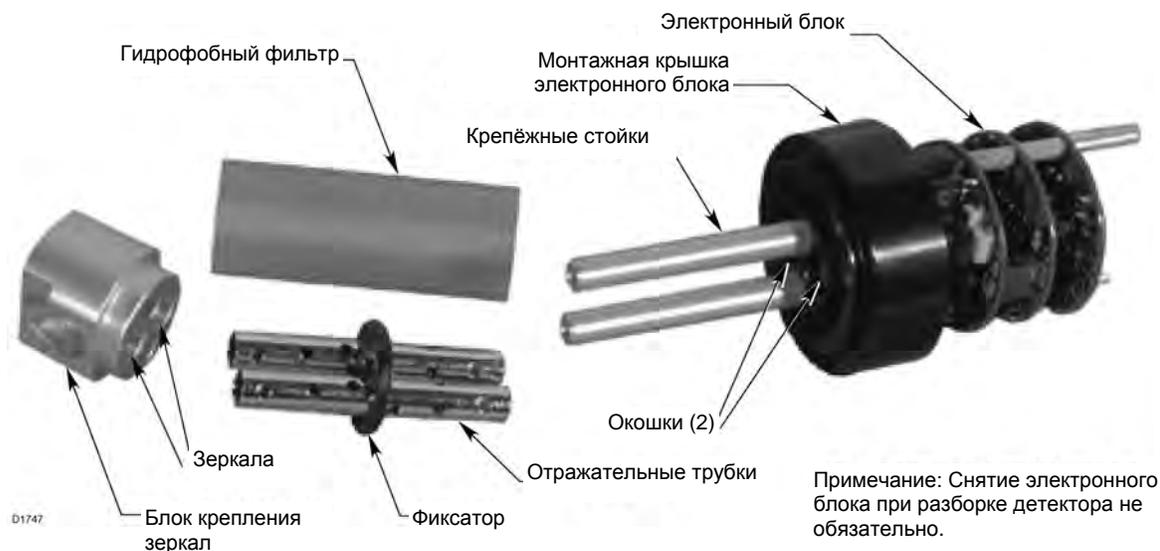
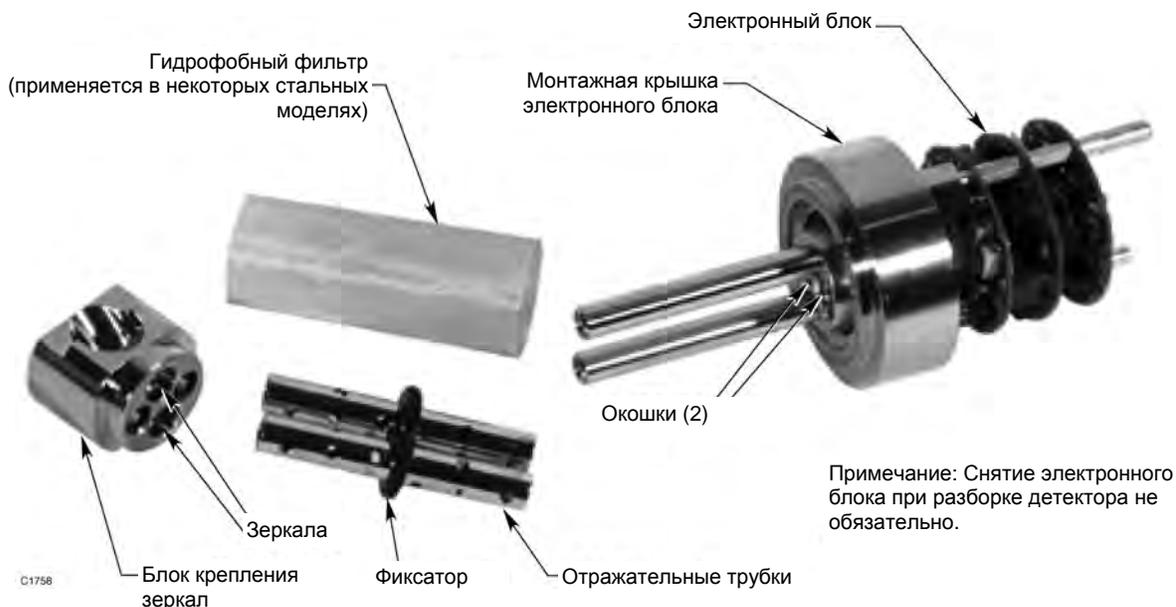

Рис. 26. Разборка детектора PIR9400 в алюминиевом корпусе для проведения чистки.
Рис. 27. Разборка детектора в корпусе из нерж. стали для проведения чистки.
2. Отвинтите два невыпадающих винта в блоке крепления зеркал (см. рис. 12). Отделите блок зеркал, гидрофобный фильтр и отражательные трубки от электронного блока. См. рис. 26 (алюминиевая модель) и рис. 27 (модель из нерж. стали).
3. Разберите блок крепления зеркал, отражательные трубки и гидрофобный фильтр как показано на рис. 26 и 27. Не снимайте монтажную крышку электронного блока.